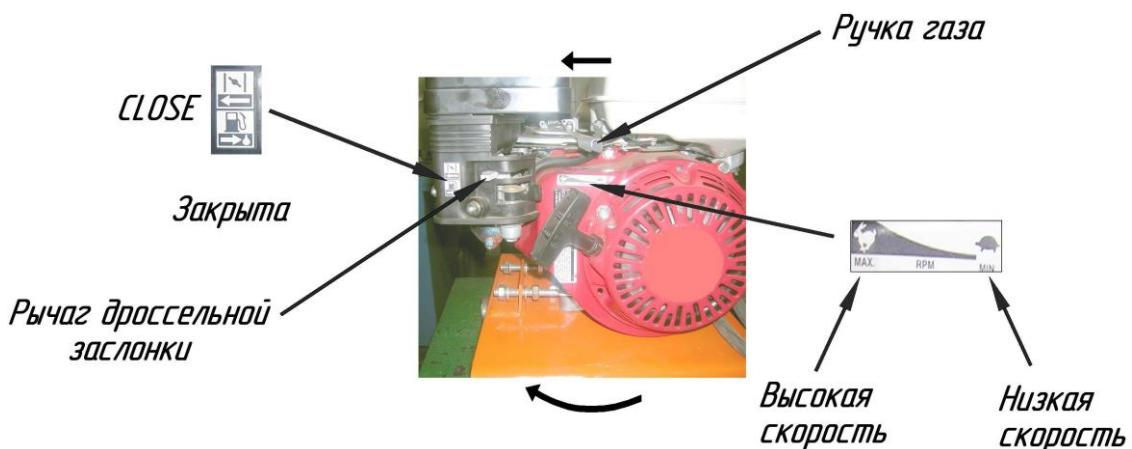

Рисунок 6. Закрытие дроссельной заслонки и установка минимальных оборотов двигателя
- Передвиньте ручку газа слегка влево (рисунок 6);
- Передвиньте ручку газа на выбранную Вами скорость двигателя (рисунок 6).